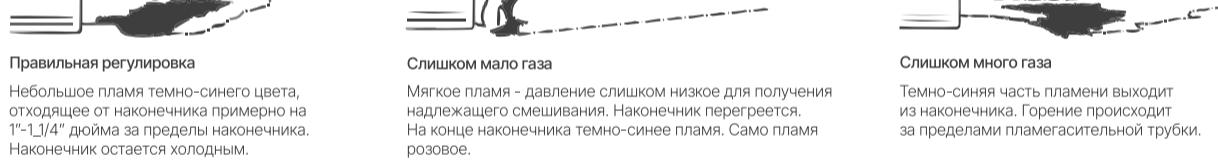

рис. 1
2. Как только горелка загорится, отрегулируйте регулятор (рис. 1).